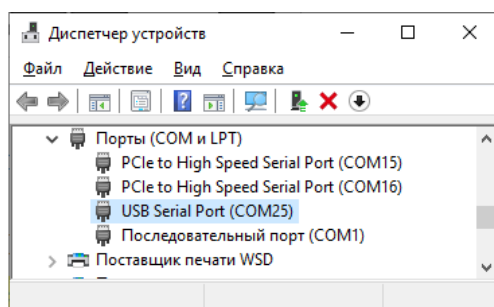

Рисунок 8 – Идентификация порта в Диспетчере устройств Windows.
5.1.4. При использовании комплекса-1, комплекса-2 или комплекса-3 совместно с операционной системой Windows 10 предварительная установка драйверов обычно не требуется. При подключении устройства к ПК в «Диспетчере устройств» появится устройство «USB Serial Port» (Рисунок 8). На рисунке показано, что подключение ПИ-1С произошло к порту «COM25». Если не менять USB-порт и конфигурацию системы, Windows всегда будет присваивать устройству тот порт, который был присвоен при первом подключении.
5.1.9. При наличии затруднений с определением номера виртуального COM-порта, отключите комплекс или ПИ-1С от USB-порта, откройте диспетчер устройств (Рисунок 8) и подключите его снова. Устройство сразу появится в списке «Порты COM и LPT».